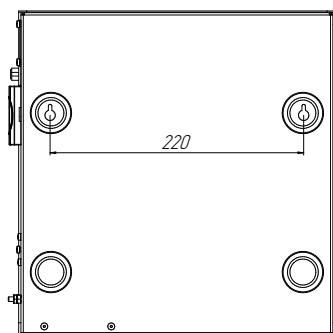

Рисунок 13. Задняя панель ИБП Штиль SW300L и SW300SL
- для ИБП Штиль SW300L, SW300SL – специальных элементов (выдавок), расположенных на задней панели (**рисунок 13**);